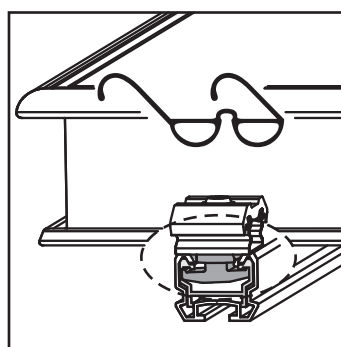

Fig. 3-25 Controllare la posizione del profilo di serraggio inferiore
2. Controllare la posizione del profilo di serraggio inferiore (fig. 3-25).